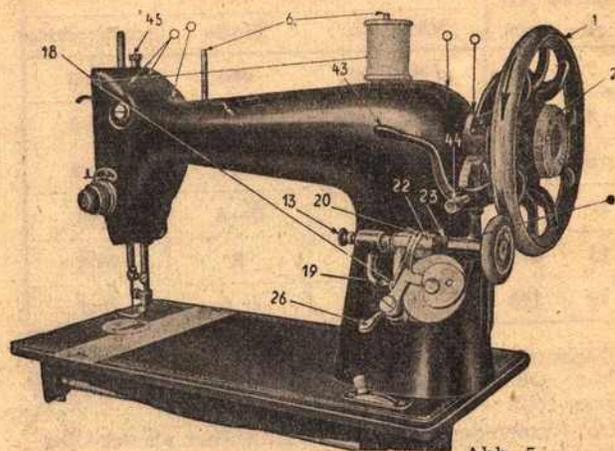

Abb. 5
8. Das Aufspulen des Unterfadens (Abb. 5).
Zuerst ist das Handrad auszulösen siehe Absatz 3 und die Garnrolle auf den Garnrollenstift 6 Abb. 5 zu stecken. Dann führe man den Faden durch die Fadenführung 18 und das Auge 19 zum Schlitz 20. Nun wird der Faden zur Spule 22 geführt, von innen nach außen durch das Loch der Spule eingefädelt und das Fadenende zwischen Spule und Spulervelle 23 geklemmt. Es ist darauf zu achten, daß das Loch der Spule über den Mitnehmerstift der Spulervelle faßt. Nun wird der Federbolzen 13 seitlich herausgezogen, bis das andere Ende der Spule in der Lagerung festgehalten wird, wobei darauf zu achten ist, daß die Spulenspitze in der Vertiefung des Federbolzens 13 sitzt.
Das Einstellen der Stichlänge erfolgt durch den Stichstellerhebel (43) (Abb. 5). Steht dieser Hebel auf dem Nullpunkt, so macht der Stoffschieber keine Bewegung; der Stoff wird also nicht transportiert. Beim **Nähen** darf die Maschine niemals so eingestellt sein. Bewegt man den Stichstellerhebel 43 nach dem Zurückdrehen der Regulierschraube 44 nach unten, so wird der Stich immer größer, bis die größte Stichlänge erreicht ist. Die Zahl auf der Skala gibt dann die eingestellte Länge des Stiches an. Nachdem die gewünschte Stichlänge eingestellt ist, wird die Regulierschraube 44 nach rechts festgedreht.
Um den Druck des Nähfußes auf den Stoff zu verstärken, dreht man die Regulierschraube 45, Abb. 5 nach rechts, soll der Druck schwächer gestellt werden, nach links herum.